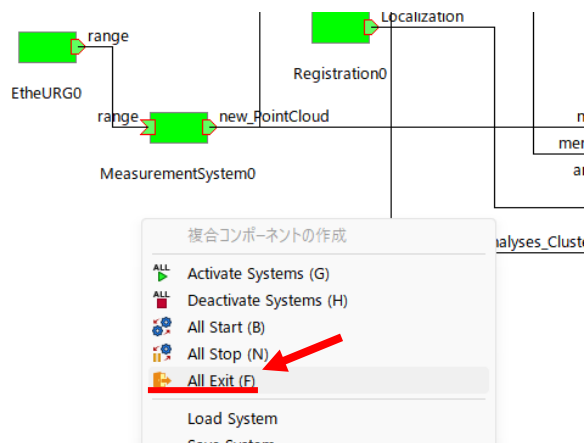

図 53 [System Editor]上の空白部分で[右クリック]し, 表示させた[All Exit]
- ④ 図 53 のように[System Editor]上の空白部分で[右クリック]し, [All Exit]をクリックすると, すべての RTC が終了し, [Start Naming Service]のコンソールを除く, 開いていたコンソールのウィンドウがすべて閉じられ, [Name Service View]および[System Editor]上の RTC の表示が消える. この時, PointCloud_Viewer RTC のウィンドウを閉じている必要がある.